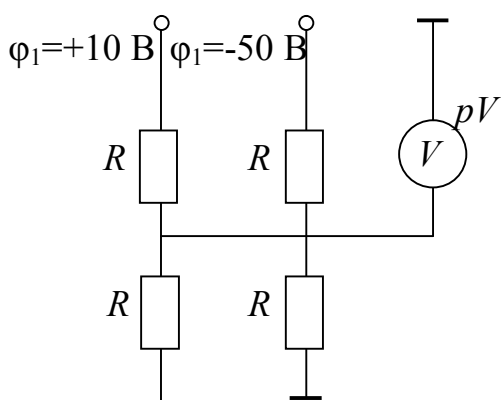

Рис. 2.6
**Задача 2.4.** Определить показание вольтметра в электрической цепи (рис. 2.6).